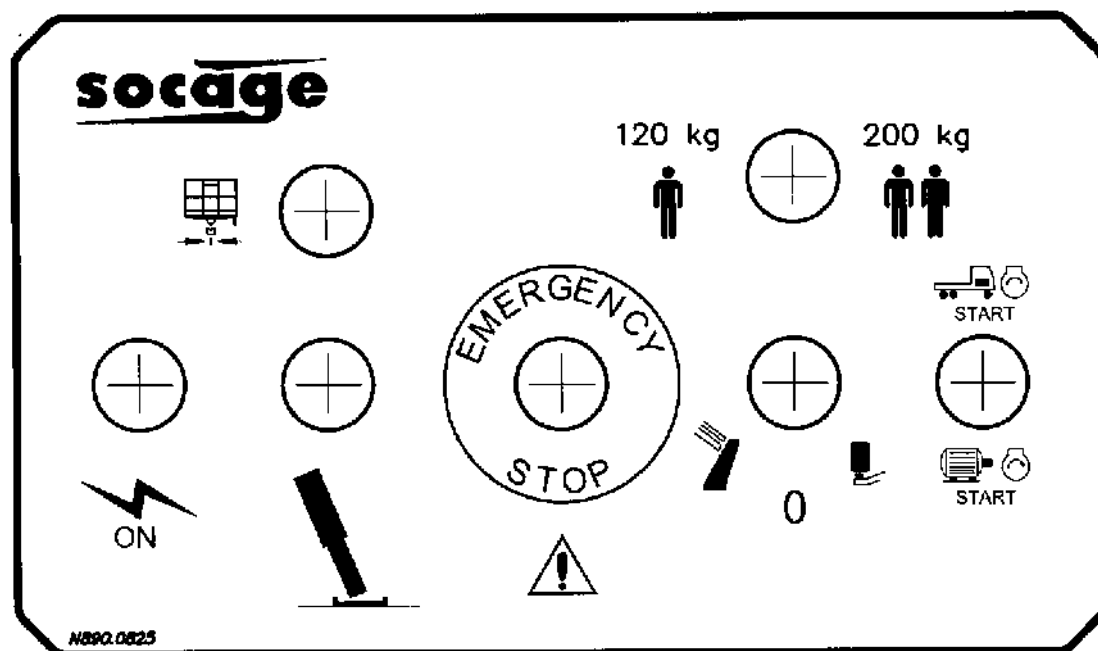

Рис.5.
1.5.3. Пост управления на поворотной платформе. (Рис. 5.)